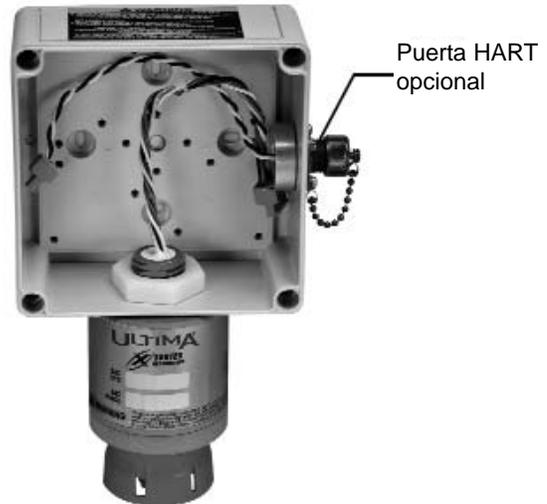

Figura 1
1. Quite la tapa y perfore la caja para la entrada de los cables de alimentación, señales y de relés opcionales (FIGURA 1). Se debe tener mucho cuidado si se requiere entrar los cables por lugares no recomendados para prevenir interferencias en el montaje, según las instrucciones contenidas en el Plano de Instalación.